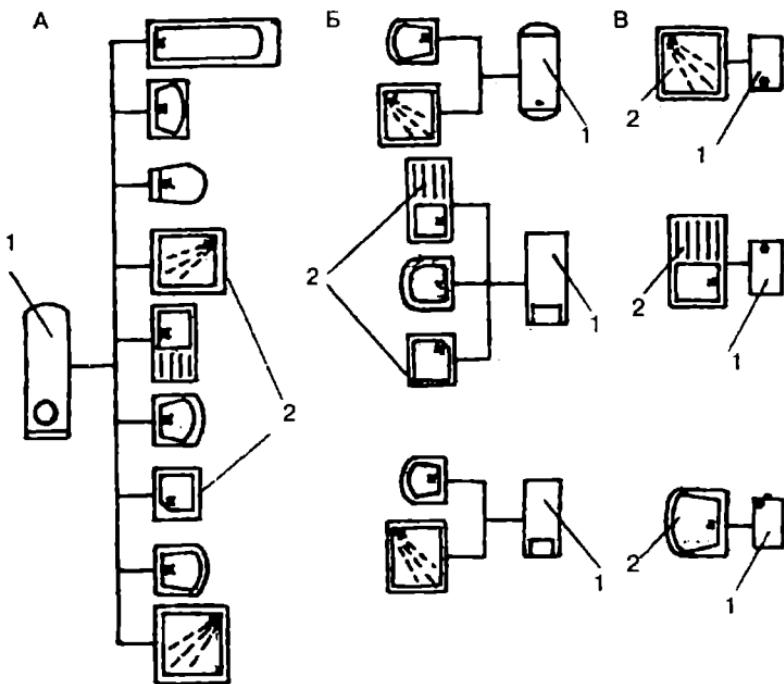

Рис. 27. Схемы установки водонагревателей:
2. установка водонагревателя накопительного типа (**рис. 27 А**);
4. монтаж нескольких проточных нагревателей (**рис. 27 Б, В**);